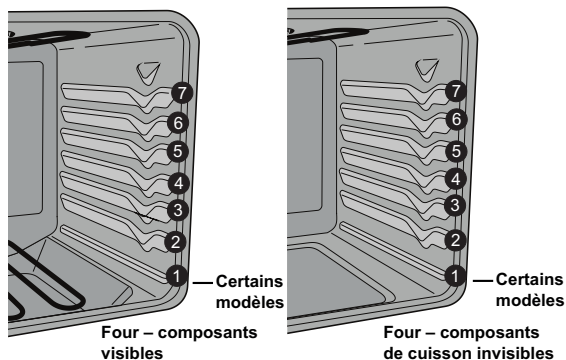

Figure 15 : Emplacement des grilles pour les fours à éléments de cuisson visibles ou dissimulés.
- Pour de meilleurs résultats lors de la cuisson des gâteaux ou des biscuits sur deux grilles, voir à les placer en position 3 et 5 (voir Figure 15).